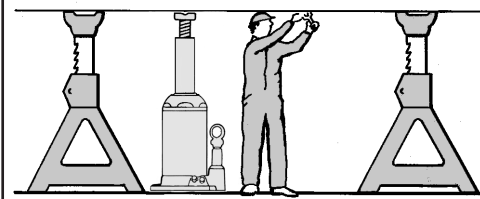

Fig.5
• Werk nooit onder een opgeheven last zonder deze eerst te verankeren met bokken of een andere mechanische steun (Fig. 5).
• Non lavorare mai sotto carichi sospesi senza aver prima assicurato il carico con cavalletti o altro sostegno meccanico (Fig. 5).
• Nunca trabalhar sob carga elevada sem primeiro ter apoiado a carga com cavaletes ou outros suportes mecânicos (Fig. 5).